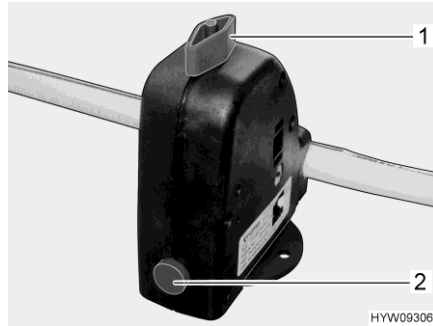

Bild 58 Säkerhets-/avtappningsventil (varmvattenberedare)
Varmvattenberedaren är utrustad med en säkerhets-/avtappningsventil (Bild 58). Säkerhets-/avtappningsventilen gör så att vattnet i varmvattenberedaren inte kallar när det är frost och värmen inte är påslagen.
- Stäng säkerhets-/avtappningsventilen. Ställ vredet (Bild 58,1) diagonalt mot säkerhets-/avtappningsventilen och tryck in tryckknappen (Bild 58,2).
- Öppna säkerhets-/avtappningsventil. Vrid då vredet (Bild 58,1) mot säkerhets-/avtappningsventilen. Tryckknappen (Bild 58,2) skjuts ut. Nu töms varmvattenberedaren via säkerhets-/avtappningsventilen utomhus.